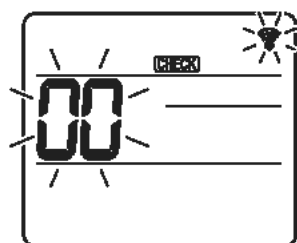
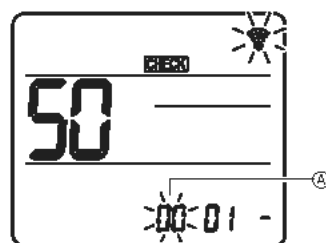
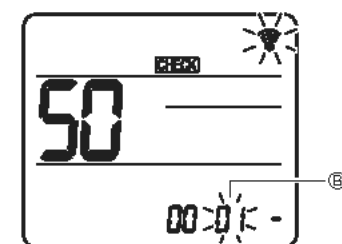
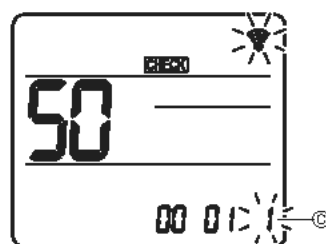

Fig. 7-16
Fig. 7-17
Fig. 7-18
Fig. 7-19
7.4.2. Med trådlös fjärrkontroll (Fig. 7-16, Fig. 7-17, Fig. 7-18, Fig. 7-19)
① Går in på funktionsvalsläge
[CHECK] lyser och "00" blinkar. (Fig. 7-16)
② Ställa in enhetsnummer
Tryck på knappen [01] för att ställa in enhetsnummer ①. (Fig. 7-17)
③ Välj ett läge
Tryck på knappen [50] för att ställa in lägesnummer ②. (Fig. 7-18)
④ Välja inställningsnummer
Använd knappen [01] för att ändra inställningsnummer ③. (Fig. 7-19)